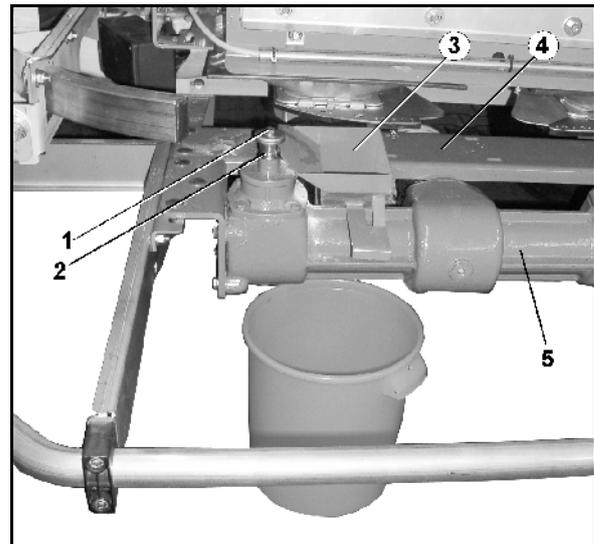

Fig. 54
4. Placez l'entonnoir (Fig. 54/3) entre la plateforme (Fig. 54/4) et le boîtier de transfert (Fig. 54/5) et déplacez-le contre l'arbre d'entraînement gauche.